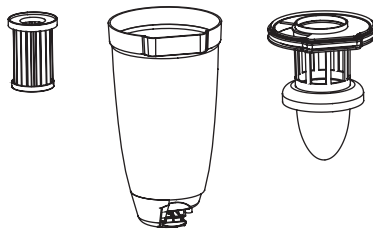

Рис. 4
4. Извлеките фильтр HEPA из сетчатого фильтра (Рис. 4).